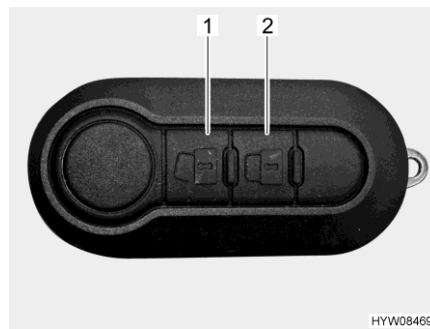

Bild 32 Fjärrstyrning (centrallås)
- Tryck en gång kort på knapp  (Bild 32,1). Dörrlåsen är upplåsta. Låsknappen skjuts ut automatiskt.
- Tryck en gång kort på knapp  (Bild 32,2). Dörrlåsen är låsta. Om alla lås har låsts, aktiveras det ett meddelande via körriktningsvisaren på fordonet.